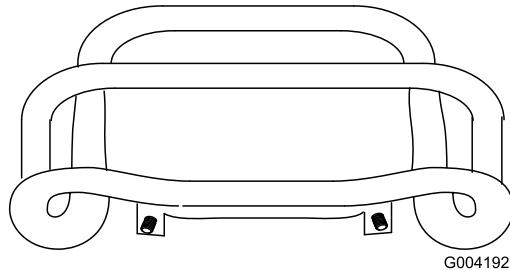

Figura 52
5. Ajuste o controlo de tração de modo a que fique alinhado com a barra de referência quando é puxado a direito para trás (Figura 51 e Figura 52).
- I. Ajuste o controlo de tração de modo a que fique alinhado com a barra de referência quando é puxado a direito para trás (Figura 51 e Figura 52).